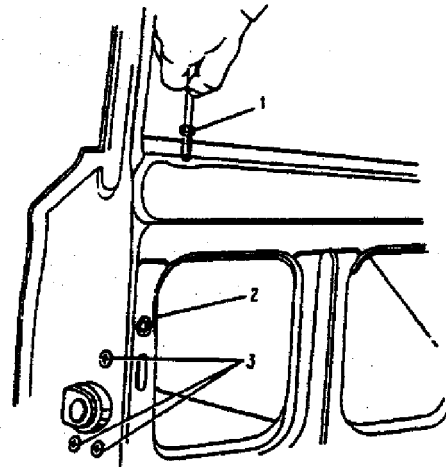

Fig. 8-16. Fixação da fechadura da porta dianteira: 1 - botão da trava interna; 2 - haste da trava; 3 - parafusos de fixação do conjunto da fechadura.
9. Remover os parafusos 3 de fixação do conjunto da fechadura (fig. 8-16) e remover esta última juntamente com as hastas, após a desconexão prévia da haste 20 (fig. 8-15) da saliência de arraste do interruptor da fechadura. Remover as porcas de fixação e remover a maçaneta externa da porta.